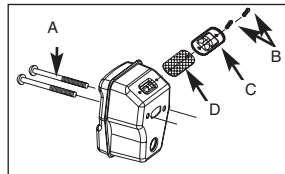

Fig. 20B
2. Retirar los 2 tornillos que sujetan la cubierta (C) (véase fig. 20B).
3. Eliminar la rejilla antichispas (D) usada y poner una nueva.